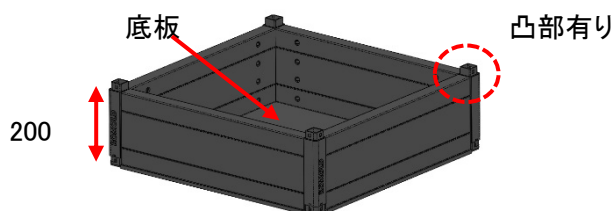

図 8 本体_最下段 200 の外観例
*本体、蓋枠、樹脂蓋の参考寸法は付図 8、9、10 に示します。